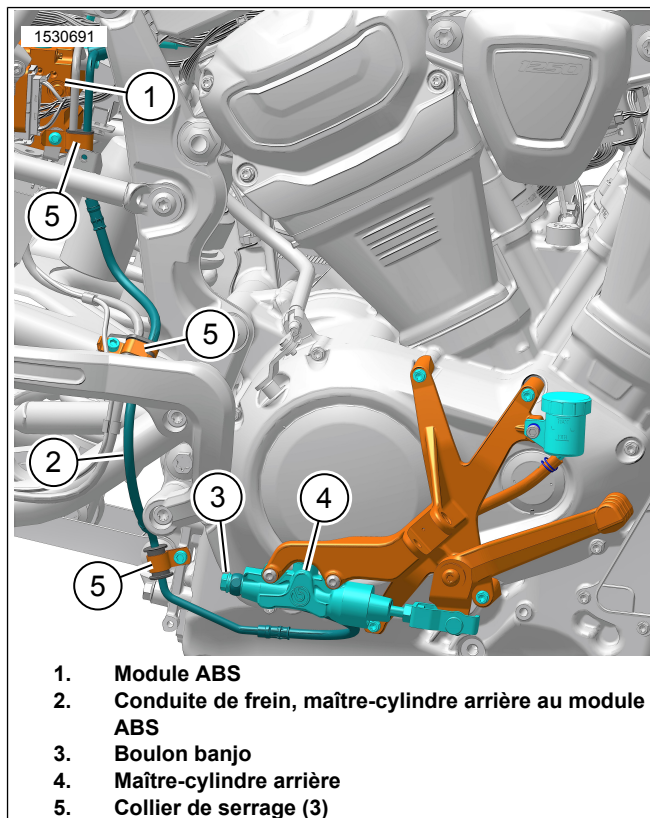
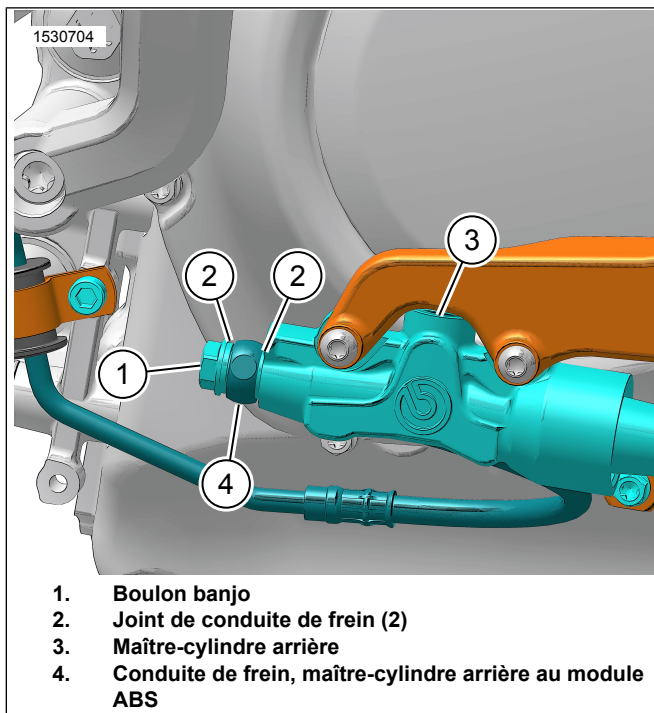

Figure 9. Nouvelle conduite de frein
Figure 10. Maître-cylindre arrière
1. Voir la Figure 9. Installer le commutateur de frein d'origine sur la conduite de frein (2). Consultez le manuel d'entretien.
2. Acheminer la conduite de frein (2) de l'arrière du maître-cylindre (4) vers le module ABS (1). Consultez le manuel d'entretien.
3. Installer la conduite de frein (2) sur le module ABS. Sans trop la serrer, installer la vis banjo avec les **nouveaux** joints de conduite de frein. Consultez le manuel d'entretien.
4. Sans trop les serrer, installer les colliers de serrage (5) sur la conduite de frein (2). Consultez le manuel d'entretien.
5. Voir la Figure 10. Installer la conduite de frein (2) sur le maître-cylindre arrière (3). Sans trop la serrer, installer le boulon banjo avec les **nouveaux** joints de conduite de frein.
6. Voir la Figure 9. Serrer les colliers de serrage de la conduite de frein (5). Consultez le manuel d'entretien.